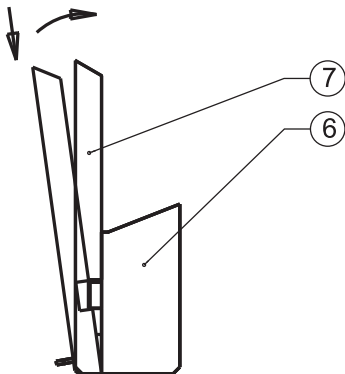

Abb. 8
2. Gewindestifte (1) mit Torxschlüssel soweit lösen (5 Umdrehungen), dass die Profilschneide (2) zusammen mit dem profilierten Spanbrecher (7) und der Druckbacke (6) aus dem Messersitz vollständig entfernt werden kann.
4. Profilierten Spanbrecher (7) von der magnetischen Druckbacke (6) trennen.
5. Ersatz-Spanbrecher (7) mit der magnetischen Druckbacke (6) zusammenführen. **Darauf achten, dass die Druckbacke (6) in die dafür vorgesehenen Nuten des Spanbrechers eingreift (s. Abb. 8).**
6. Einheit aus Druckbacke (6) und profiliertem Spanbrecher (7) in die Messeraufnahme Einsetzen und die Gewindestifte um 2 Umdrehungen eindrehen. **Darauf achten, dass die Gewindestifte (1) in die dafür vorgesehenen Kugelaufnahmen der Druckbacke (6) eingreifen.**
7. Profilschneide (2) gemäß der "Anleitung zum Messerwechsel" oder "Anleitung zum Messerwechsel mit integrierter Stützplatte" einsetzen.